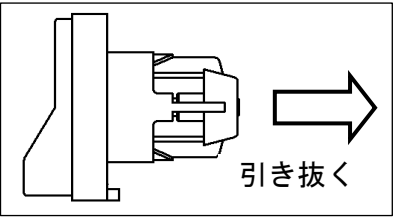

図 7
- ① 逆止弁押さえを流水方向に向かって左に回して取り外します。
- ② メータ受け及び逆止弁を取り外します。
- ③ メータ受けに付いている場合、逆止弁を引き抜きます。（図 7 参照）